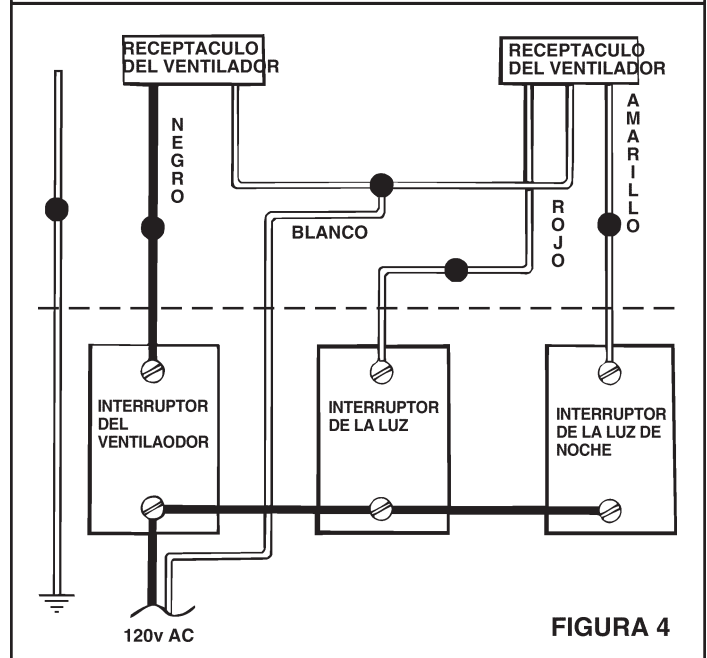

FIGURA 4
1. Pase el cableado de la casa de 120v CA desde un interruptor de pared a la ubicación del ventilador. Vea la Figura 4.
4. Refiérase a la Figura 4. Conecte los cables blancos de los receptáculos del ventilador y de la luz al cable blanco (neutro) de la alimentación. Conecte el cable negro al cable del interruptor del ventilador. Conecte el cable rojo al cable del interruptor de la luz. Conecte el cable amarillo al cable del interruptor de la luz de noche.